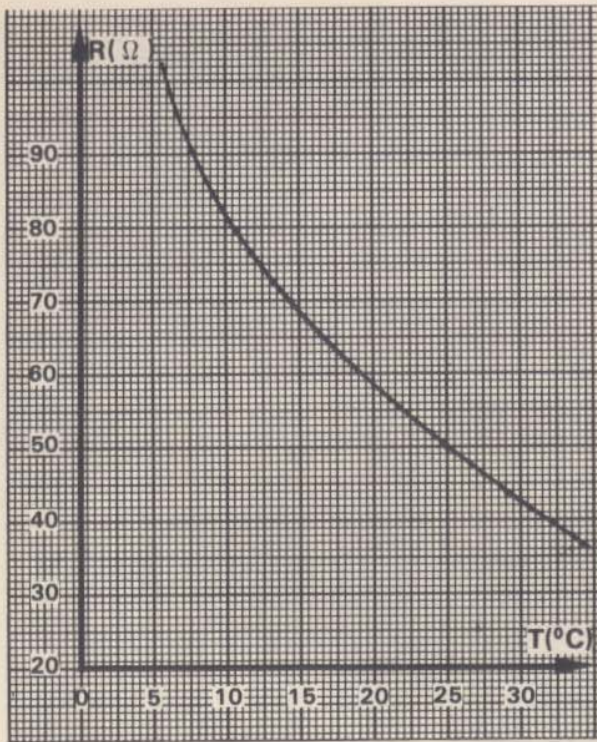

figura 14
- E9** — Um resistor NTC, cuja resistência varia conforme a figura 14, está ligado num circuito. Deseja-se que o valor de sua resistência permaneça igual a 44Ω .